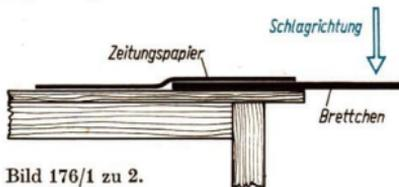

Bild 176/1 zu 2.
2. Das Bild 176/1 zeigt einen weiteren Versuch zum Nachweis der Trägheit der Körper. Auf das überstehende Ende des Brettchens muß ein schneller Schlag mit einem Holzstab geführt werden. Das Brettchen zerbricht, ohne daß das Papier beschädigt wird. Führen Sie diesen Versuch selbst aus und geben Sie eine Erklärung!